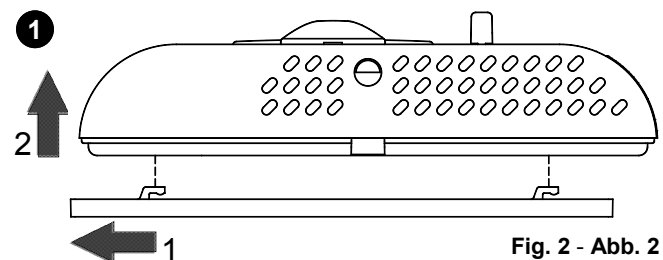

Fig. 2 - Abb. 2
- 1 Décrocher la plaque fixée sur la base du thermostat en la poussant vers la gauche et en décrochant ainsi les ergots indiqués sur la Fig. 2.